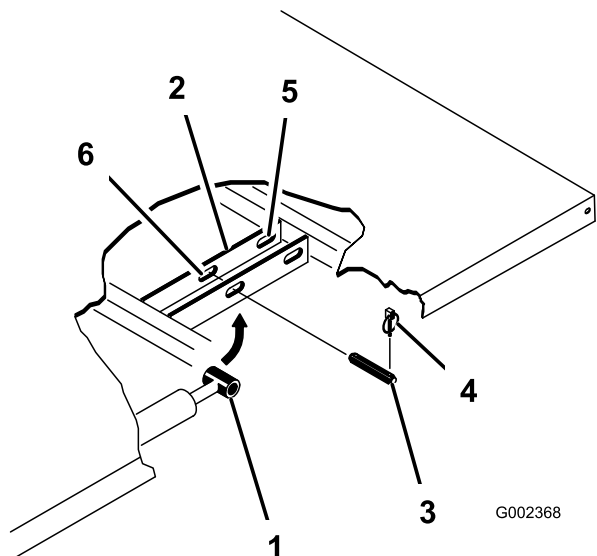

Figura 40
3. Rimuovete gli acciarini dalle estremità esterne dei perni con testa (Figura 40).
4. Rimuovete i perni con testa che fissano le estremità dell'asta del cilindro alle piastre di montaggio del pianale spingendo i perni verso l'interno (Figura 40).
5. Rimuovete gli acciarini ed i perni con testa che fissano le staffe orientabili ai profilati del telaio (Figura 40)